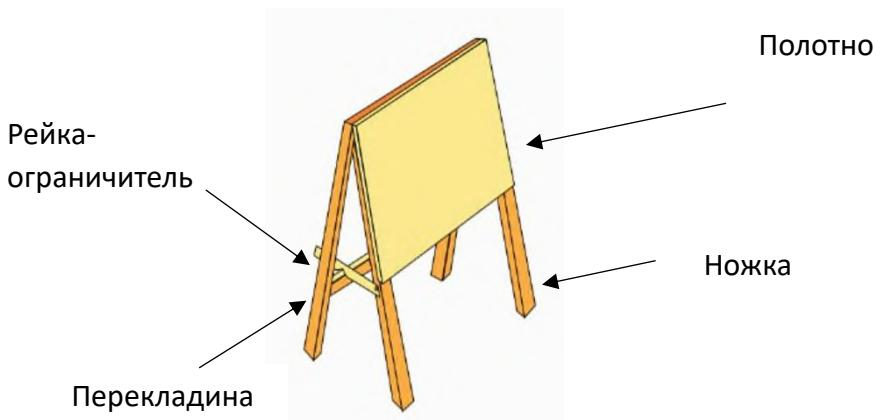

Рисунок 1. Мольберт для выставки (вариант образца изделия)
Вам необходимо разработать технологическую документацию изделия «Мольберт для выставки» (См.Рис. 1). Изделие состоит из семи различных видов деталей (ножки – 4 шт., рейки для рамки – 2 шт., полотно для рисунков – 1 шт., перекладина для устойчивости – 1 шт., рейка-ограничитель – 1 шт., рояльной петли – 1 шт., крепежа). Вам предоставляется общий вид изделия (См. Рис. 1).
1. Изучение технического задания. Выполнение общего вида изделия и чертежа ножки мольberта (см. Рис. 1).
Примечание. В изделии «Мольберт для выставки» используются фанера толщиной S3 для изготовления полотна, реек 20x30 (мм), рейки-ограничителя 15x30 (мм). См. вариант образца изделия на Рис. 1.